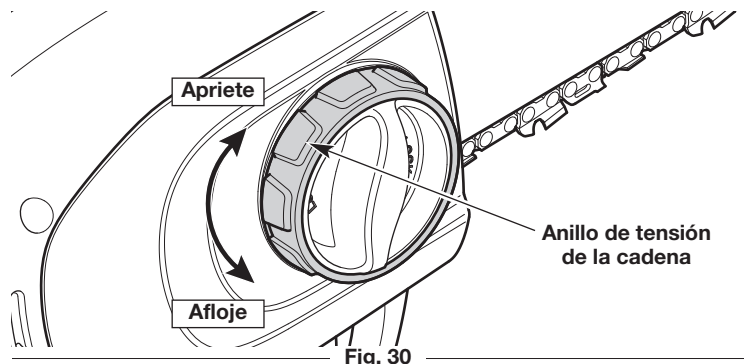
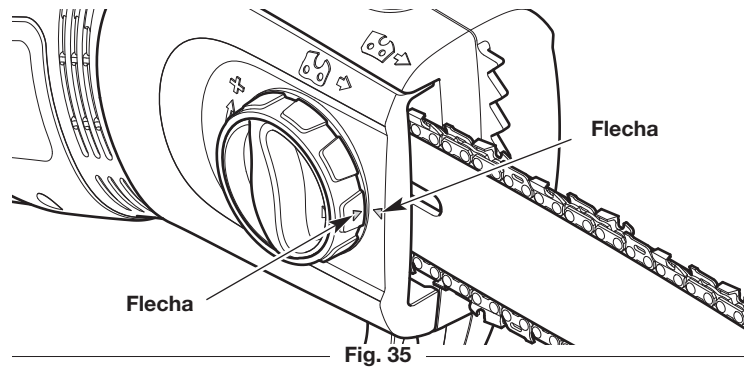

Fig. 30
Fig. 35
2. Sostenga la punta de la barra de guía hacia arriba y gire la perilla de tensión de la cadena para ajustar la tensión (Fig. 30).
5. Gire el anillo de tensión de la cadena (Fig. 30) hasta que la flecha del anillo de tensión de la cadena se alinee con la flecha de la cubierta de la barra (Fig. 35).
7. Gire el anillo de tensión de la cadena (Fig. 30) en el sentido de las agujas del reloj hasta que la cubierta de la barra esté conectada a la carcasa del motor y la barra de guía empiece a moverse hacia adelante.